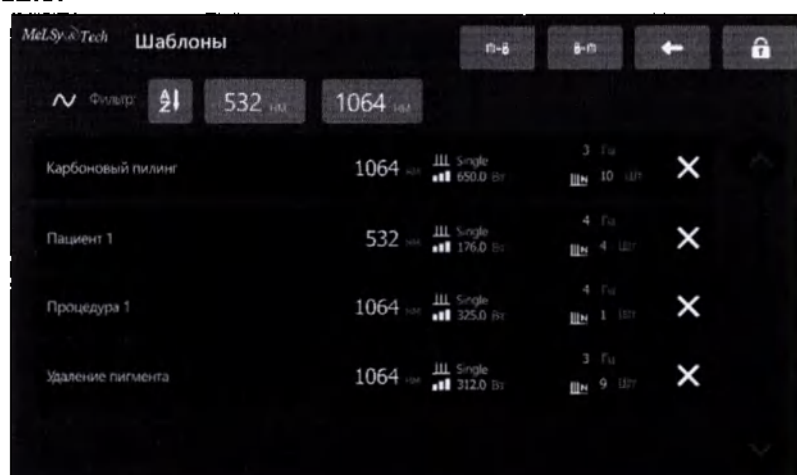

Рис.12.6 – Фильтрация шаблонов по алфавиту
12.8. Вы можете применить сортировку шаблонов по алфавиту, нажав кнопку , как показано на рис.12.6.